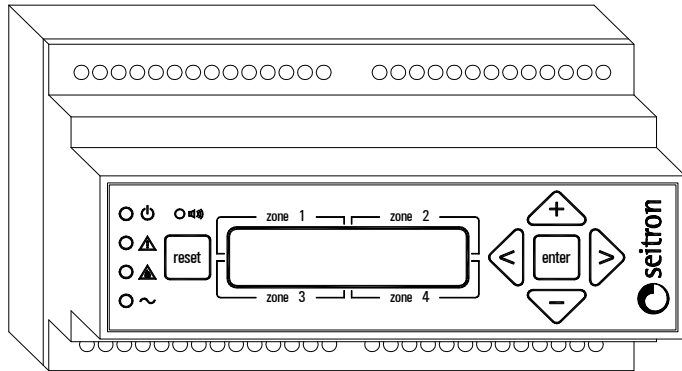

Fig. 1: Aspect extérieur.
La centrale RGY S00 MBP4 SE (Fig. 1) est un dispositif à microprocesseur avec afficheur à cristaux liquides rétroéclairé, dans un boîtier barre DIN à 9 modules, en mesure de surveiller la concentration de gaz jusqu'à un maximum de 4 zones. Pour chaque zone, il est possible de connecter indifféremment un détecteur 4...20 mA pour la détection de G.P.L., méthane ou monoxyde de carbone (CO). Ces données sont envoyées au P.C. par la sortie série RS232.